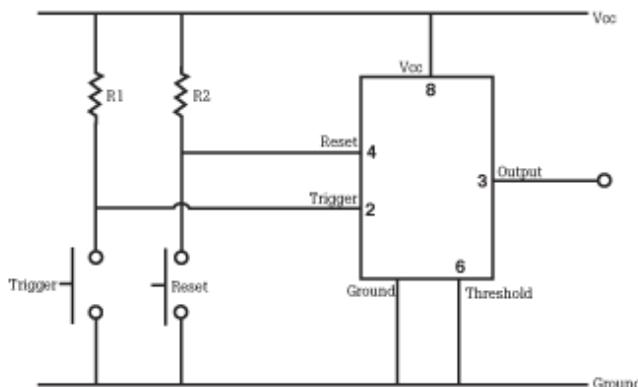

Figura 17: Montajul de circuit bistabil cu 555
Implementați circuitul bistabil folosind integratul 555 conform schemei din Figura 17. Reset-ul este legat deja prin butonul din stanga. Legați la masă pinul Threshold (8). Legați pinul Trigger (4) la butonul conectat la borna 5. Acționați pe rand butonul legat la SET și la RESET și observați stările circuitului. Măsurați tensiunea din borna OUT (6) în ambele cazuri. Comparați-o cu tensiunea de alimentare. Ce observați?